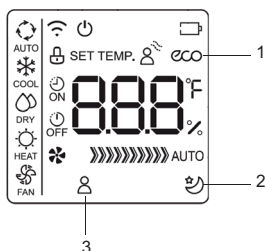

fig. 6 -
- Funcționare „ECO”** (partea 1 - "fig. 6 -") (afișarea unității interioare arată cuvântul "E - C - O" cu literele care apar una după alta, urmate de indicarea temperaturii setate). Funcția de „economisire a energiei” poate fi activată doar în modul COOL prin apăsarea tastei „ECO”. Dacă punctul de reglare a temperaturii este mai mic de 24 ° C, prin activarea modului „ECO”, temperatura setată se modifică automat la 24 ° C, iar viteza ventilatorului este setată pe „Auto” pentru a economisi energie. Dacă punctul de reglare a temperaturii este mai mare de 24 ° C, prin activarea modului „ECO”, punctul de reglare a temperaturii nu este modificat și viteza ventilatorului este setată pe „Auto”. Pentru a ieși din modul de funcționare „ECO”, apăsați tasta „ECO” sau selectați un alt mod de operare sau coborâți punctul setat de temperatură până la o valoare mai mică de 24 ° C.
- Funcționare SLEEP** (part.2 - "fig. 6 -"). Păstrează butonul "ECO" în 2 secunde pentru activarea modului "SLEEP", arătat de simbolul aferent de pe ecran. Temperatura de referință crește (funcționare în răcire „COOL”) sau scade (funcționare în încălzire „HEAT”) cu 1°C la intervale prestabilite, pentru un maximum de 2 °C. Funcția SLEEP se încheie automat după 8 ore și unitatea continuă să funcționeze menținând ultimul punct stabilit. Funcția nu este disponibilă în modulele de operare „FAN” (ventilație) și „DRY” (dehumidificare)
- Funcționare „FOLLOW ME”** (part.3 - "fig. 6 -"). Activabilă în funcționarea HEAT - AUTO - COOL. Telecomanda trimite automat la fiecare 3 minute semnalul temperaturii locale citită de aceasta către aparatul de aer condiționat. Această temperatură este luată ca referință pentru comanda aparatului. Trebuie ca telecomanda și unitatea să poată transmite și primi semnalul de la una la cealaltă. Dacă aparatul nu primește semnalul de la telecomandă timp de 7 minute, nu va mai lua în considerare această valoare și va reveni la utilizarea valorii citite de sonda aparatului.